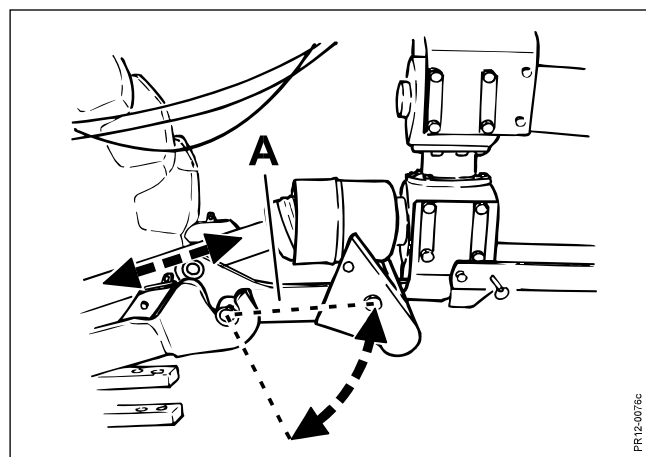

Рис. 2-5
- **перекрытие более 200 мм в любом положении** (в случае если предохранительная система (срезные болты системы TOP SAFE) сработает при столкновении о камни, см. Рис. 2-5).